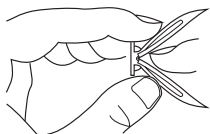

Figura 7 - Cómo doblar el anclaje
2. Doble el anclaje de pared como se muestra en la figura 7.